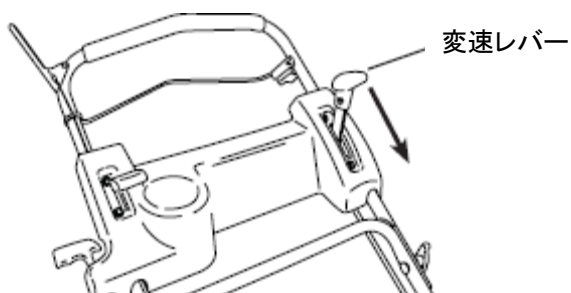

図6-7
③ 従動ディスクの調節
1. エンジンを停止して変速レバーを高速の位置(レバーが前方の位置)にします。(図6-7)